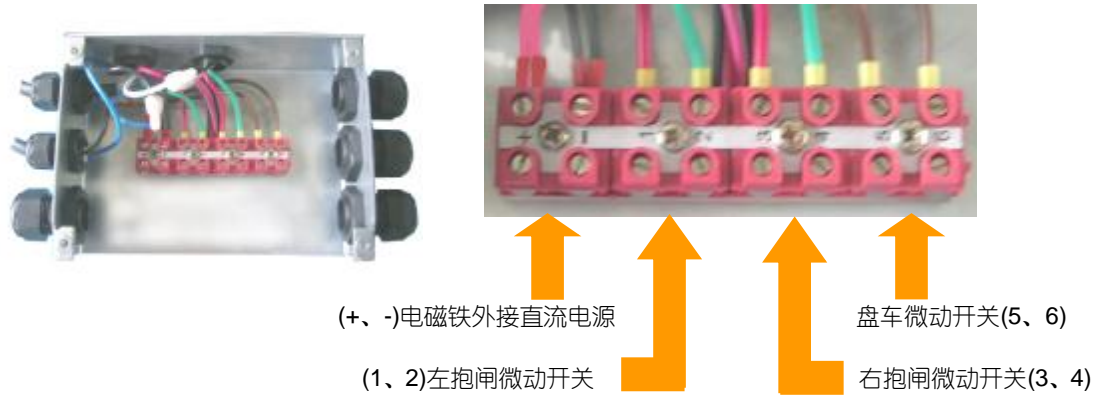

图 4 制动器接线盒的接线示意图
- 制动器电磁线圈和 3 个微动开关的接线端子在制动器电磁铁外壳上的接线盒内，接线时应注意保持其内无灰尘、潮气和其它杂物（见图 4）。